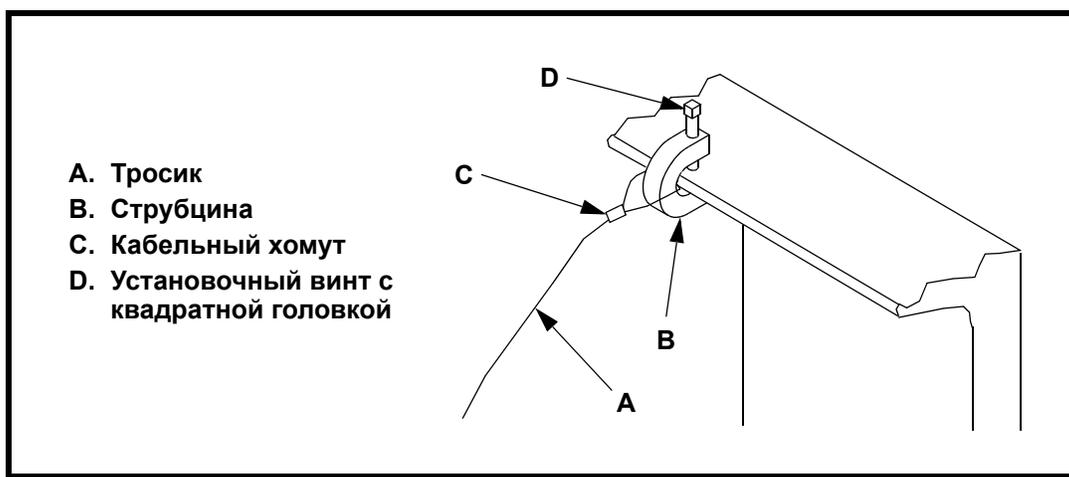

Рис. 4. Установка страховочного тросика
1. Проденьте один конец тросика (А, рис. 4) через струбцину (В) и закрепите кабельным хомутом (С).